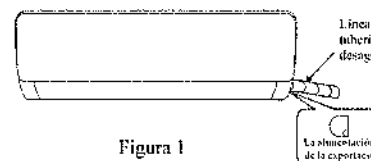
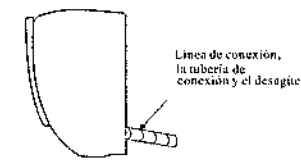

Figura 1
Figura 2
1. De acuerdo con la posición relativa del cuerpo de la máquina, pueden elegir que la línea de tubería sale desde izquierda hasta derecha (figura 1) o sale verticalmente detrás del cuerpo de la máquina(figura 2)(la forma concreta de la tubería de salida necesita determinarse de acuerdo con la longitud de tubería de la máquina). La tubería de salida desde izquierda hasta derecha se necesita cotar la alimentación de la exportación correspondiente